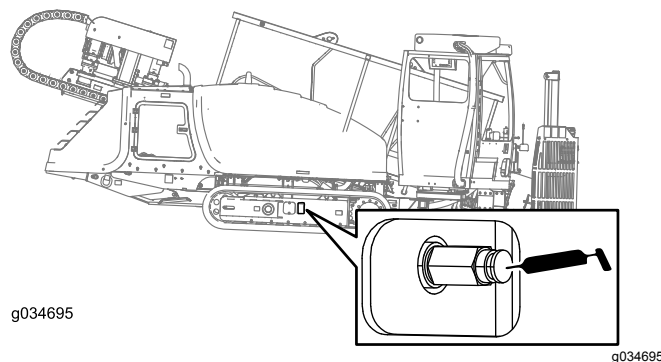

Figura 109
2. Retire la suciedad y los residuos de alrededor de la válvula de grasa del sistema de tensado de la oruga (Figura 109).
4. Aplique grasa al engrasador hasta que la tensión alcance los 310.26 bar (4,500 psi), según se muestra en Figura 109.
4. Gire la válvula de grasa del sistema de tensado de las orugas en sentido antihorario **no más de una vuelta** (Figura 109).